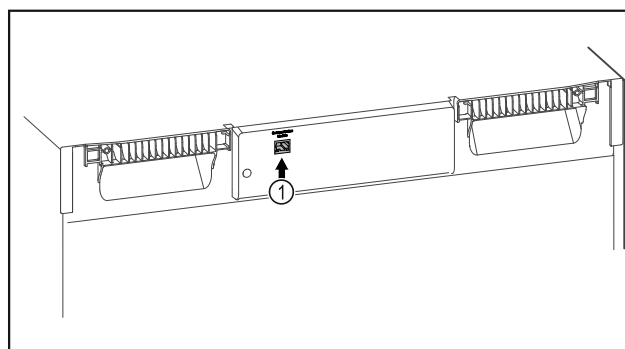

Fig. 138
- A SmartModule Fig. 138 (1) be van helyezve.